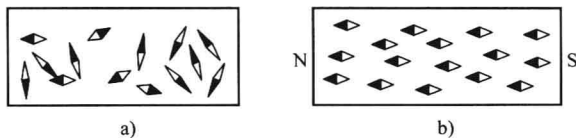

图 1-10 铁与磁铁
(1) 自然界中能够吸引铁、钴、镍等物质的物体称为磁铁。磁铁周围空间存在着一种特殊的物质，称为磁场。它能表现出一种力的作用。磁场的大小、方向可以用假想的磁力线来表示。
(2) 磁力线有以下性质：铁磁物质内部有许多微小的磁铁，在磁场作用下统一排列，如图 1-10 所示。